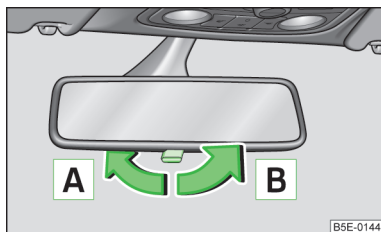

Fig. 45
- Para que el **retrovisor no deslumbre**, ajuste la palanca en el borde inferior del retrovisor en dirección al parabrisas; flecha **A** » fig. 45.